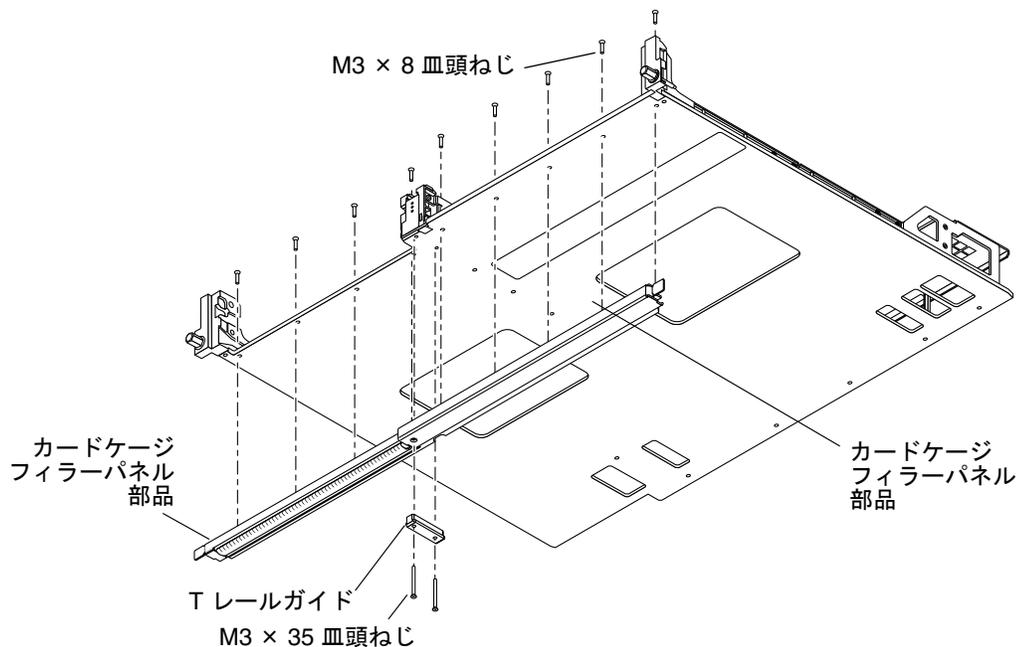

図 1-14 カードケージフィラーパネルの取り外し
4. 現在使用しているキャリアプレートからカードケージフィラーパネル部品を取り外し、脇に置きます (図 1-14)。